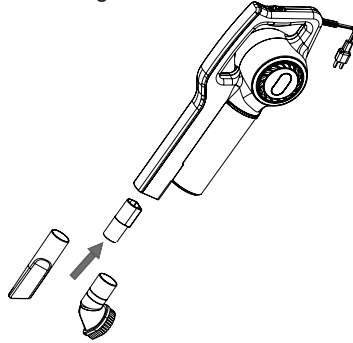

Fig.5
- Este aparato dispone de un asa en su parte superior para hacer fácil y cómodo su transporte (Fig.5).